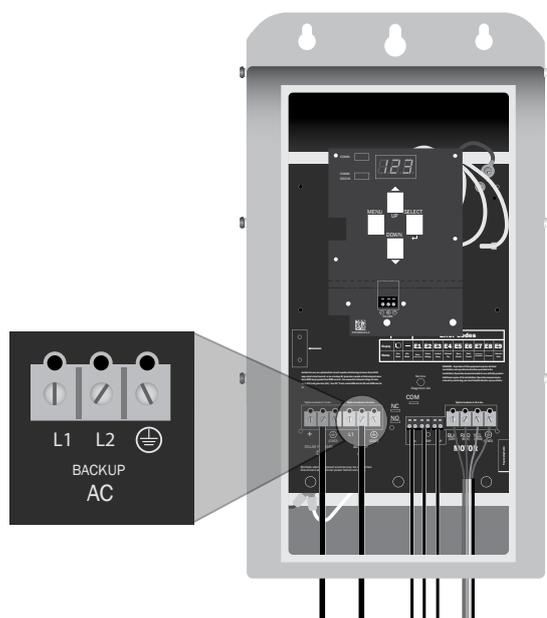

Figura 4: Conexões do cabo CA
- Conecte os cabos do gerador ao bloco-terminal identificado como “Backup AC” (CA de respaldo) nos terminais L1, L2 e GND (terra). (Figura 4). (Torque de aperto: 1,7 Nm – 15 lb-in).